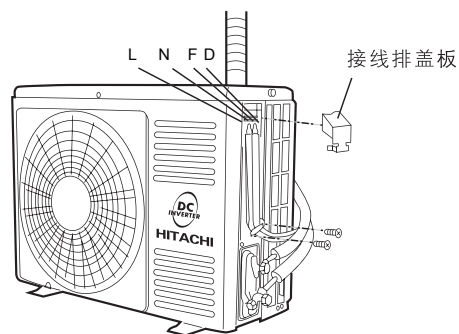

图22
- 将连接电缆分别按图22正确地牢固连接（紧固力矩为8~15kgf·cm）。